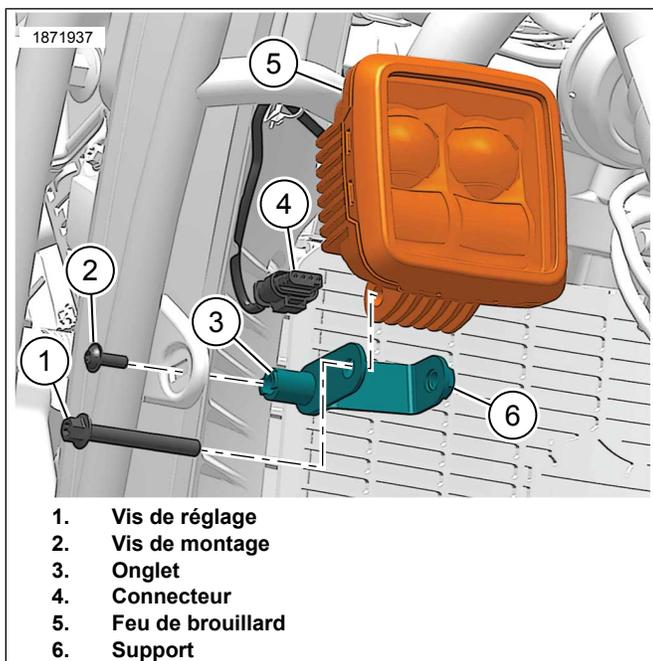

Figure 10. Feu de brouillard
1. Voir la Figure 10. Installez le support de montage.
- a. Alignez la languette (3) du support de montage avec la fente du garde-moteur.
- b. Installer la vis de montage (2). Serrer.